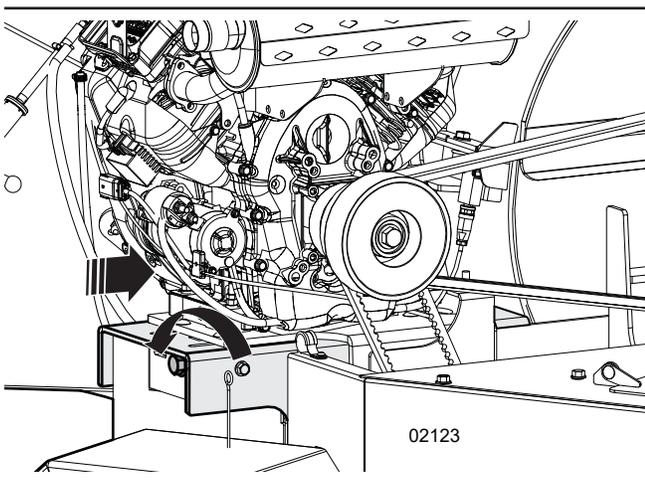

Figure 49 – Boulon de tension de la courroie d'entraînement du rotor - sens antihoraire
3. Tournez le boulon de tension de la courroie d'entraînement du rotor dans le sens anti-horaire pour éliminer la tension de la courroie d'entraînement du rotor. Voir la *Figure 49* à la page 70.
- Dans le sens antihoraire pour diminuer la tension sur la courroie d'entraînement. Consultez Figure 49.